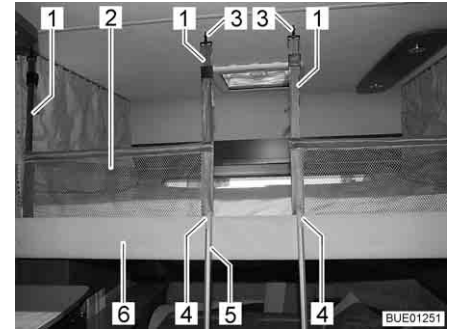
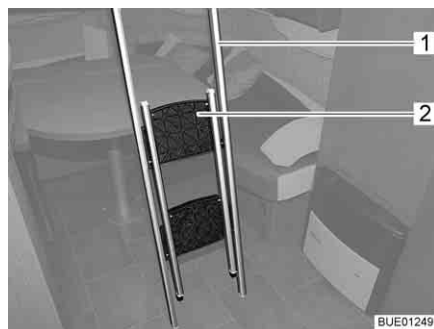
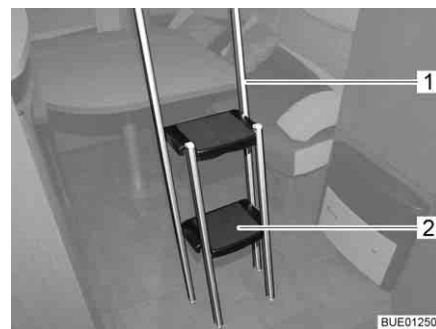

Fig. 79 Letto basculante con rete protettiva montata
Fig. 80 Scaletta di accesso chiusa
Fig. 81 Scaletta di accesso aperta
La rete protettiva (Fig. 79,2) con le cinture di ritegno è sistemata sotto il materasso del letto basculante. Fissare la rete protettiva soltanto dopo che le persone si sono stese nel letto basculante.
Fissaggio: ■ Agganciare le cinture di ritengo (Fig. 79,1) ai ganci (Fig. 79,3) del soffitto.
Agganciare: ■ Agganciare la scaletta di accesso (Fig. 79,5) con le due staffe (Fig. 79,4) nella barra di presa (Fig. 79,6) al letto basculante.
■ Agganciare la parte chiusa (Fig. 80,2) della scaletta di accesso (Fig. 80,1) al bordo superiore, quindi aprirla fino a che tutti i quattro piedini appoggiano saldamente sul pavimento (Fig. 81).
Stivamento: ■ Ribaltare verso l'interno gli scalini (Fig. 81,2).
■ Staccare la scaletta di accesso (Fig. 81,1) dalla barra di presa (Fig. 79,6) nel letto basculante.